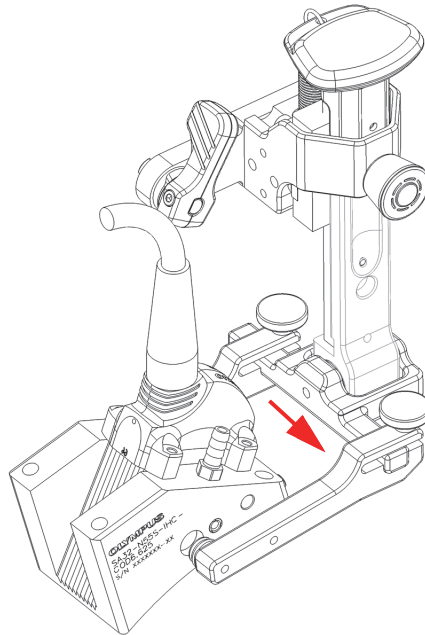

Abbildung 2-18 Verschieben des Spannarms
1. Lösen Sie die Rändelschraube des Spannarms und schieben Sie dann einen der Spannarme nach außen bis zur Spitze des Schwenkträgers des Gabelstücks (Abbildung 2-18 auf Seite 49).